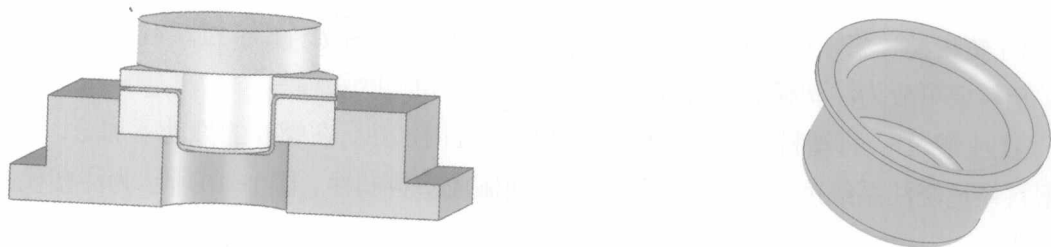

图 1-7 拉深模简图 (剖视图)
3) 拉深模 将坯料拉深成开口空心零件或进一步改变空心工件形状或尺寸的模具称为拉深模。图 1-7 所示为拉深模简图。